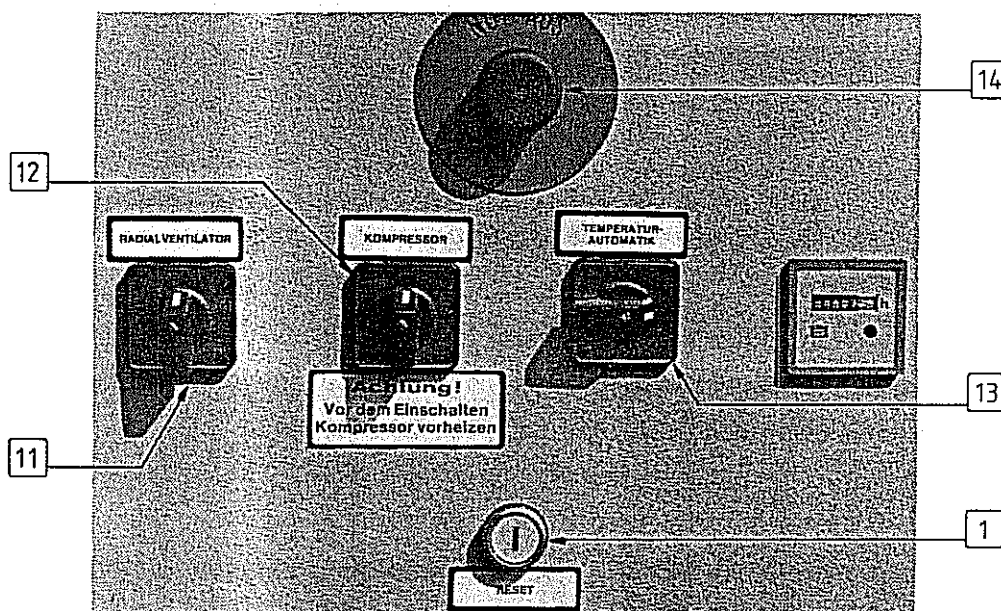

Bild 13: Prinzipielle Anordnung der Schalter und der Resettaste
Die Resettaste [1] muß zum Einschalten der Maschine betätigt werden, sofern diese aufleuchtet. Schalten Sie die Knebelschalter Ventilator [11] und Kompressor [12] von 0 auf I. Die Maschine läuft erst an, nachdem die Zeitverzögerung abgelaufen ist. Der Kompressor arbeitet zum Ventilator (39) ebenfalls zeitverzögert und startet, wenn der Ventilatormotor (38) seine Nenndrehzahl erreicht hat. Die Vorheizlampe (2) erlischt. Siehe hierzu Bild 13.